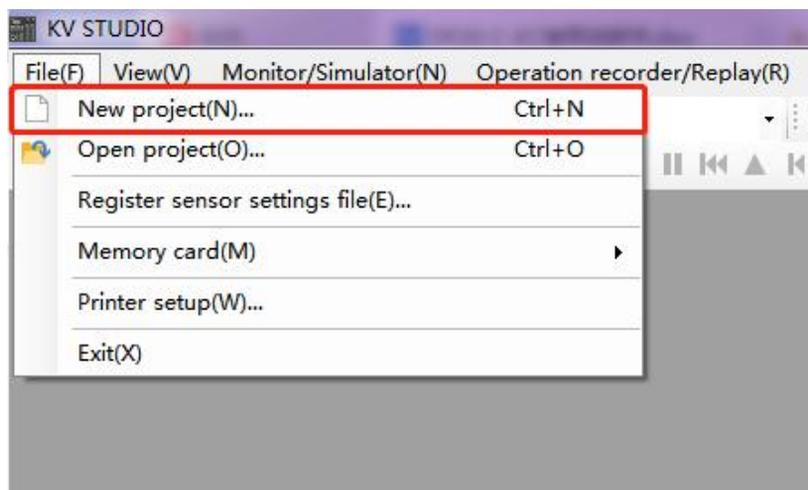

图 5-1-1
- 打开 KV STUDIO 软件，如图 5-1-1 所示点击菜单栏里的“File”，单击“New project”：